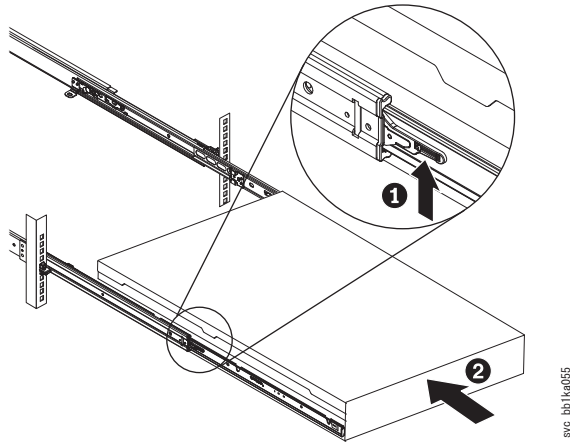

図 265. ラックのスライド・レールの SAN ボリューム・コントローラー 2145-CF8 または 2145-CG8 ロック・レバーを上げる
9. ヒートシンクの後部フランジを下げ、保持ブラケットの開口部 (5) にはめ、しっかり固定されるまでヒートシンクの前部を押し下げます。
10. ヒートシンク解放レバー (2) を回転させて閉位置にし、ロック・タブ (4) の下部にレバーをフックします。
15. スライド・レール上のロック・レバー (299 ページの図 265 の 1) を上げて、サーバー 2 を、所定の位置にカチッと音を立てて収まるまで、ラック内に完全に押し込みます。